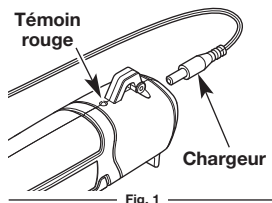

Fig. 1
2. Insérez le chargeur à l'arrière de l'appareil (Fig. 1).
3. Le témoin rouge doit normalement s'allumer (Fig. 1).